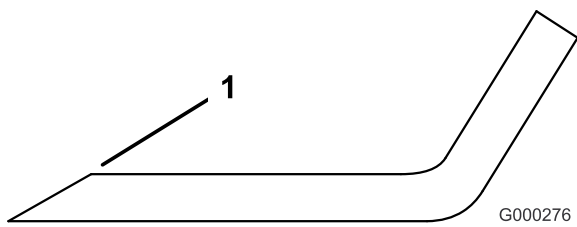

Figure 74
1. Aiguisez le tranchant à chaque extrémité de la lame (Figure 74). en veillant à conserver l'angle de coupe d'origine. Limez la même quantité de métal sur chacun des deux tranchants pour ne pas déséquilibrer la lame.